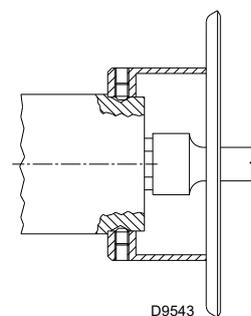

Fig. 19
- enlever le gicleur 1)(Fig. 19) à l'aide d'une clé à tube;
- installer le gicleur 1)(Fig. 19);